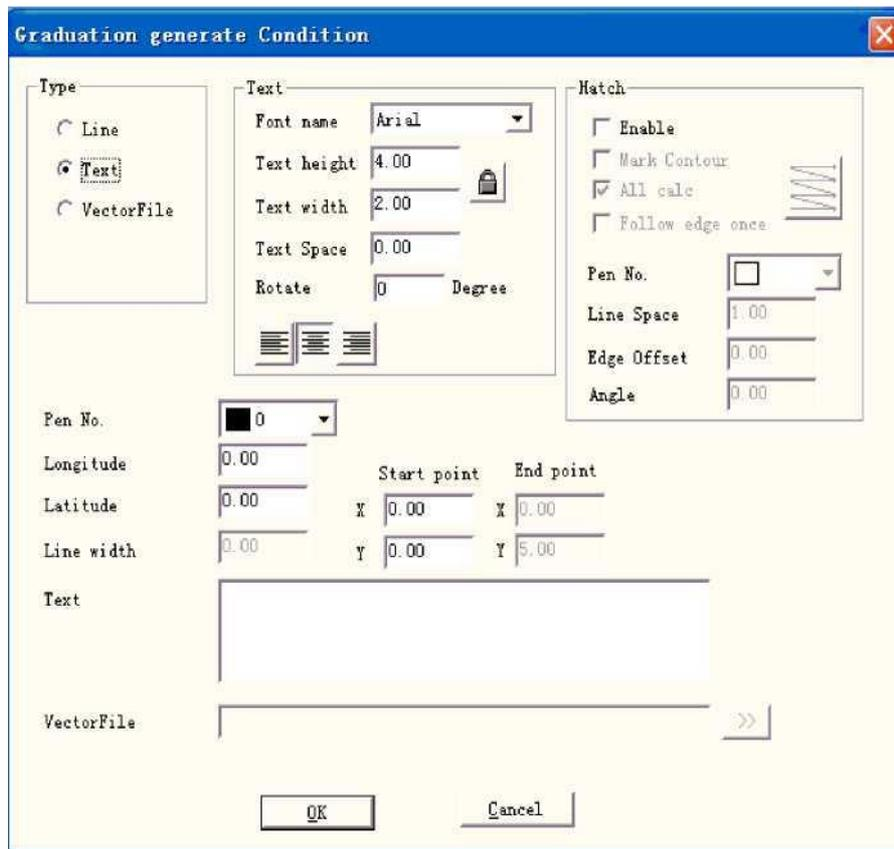

Figura 8-8
Paso 1: Dibuje la letra **a** en el espacio de trabajo. Haga clic en el botón **Aplicar** después de configurar la fuente y el tamaño. **Paso 2:** Haga clic en menúitem **Marcador giratorio2** y el cuadro de diálogo que se muestra en la ventana emergente Figura 8-8. **Paso 3:** Seleccione **la marca de 360 grados** y establezca **el número total** en cinco.
Haga clic en "Agregar" para editar el globo terráqueo, como se muestra en la Figura 8-8: